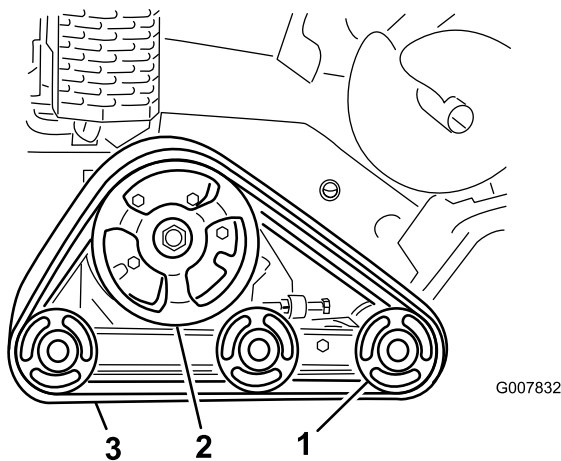

Figura 47
**Importante:** Asegúrese de limpiar completamente las ruedas de rodaje y la rueda motriz (Figura 47).